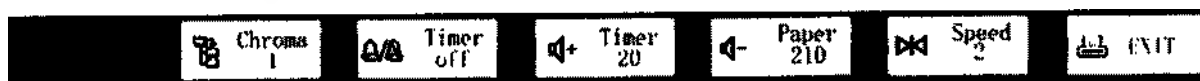

Рис. 5-28 — Панель меню настройки печати
2. Нажмите кнопку в меню настройки, чтобы открыть меню настройки печати, как показано на Рис. 5-28.